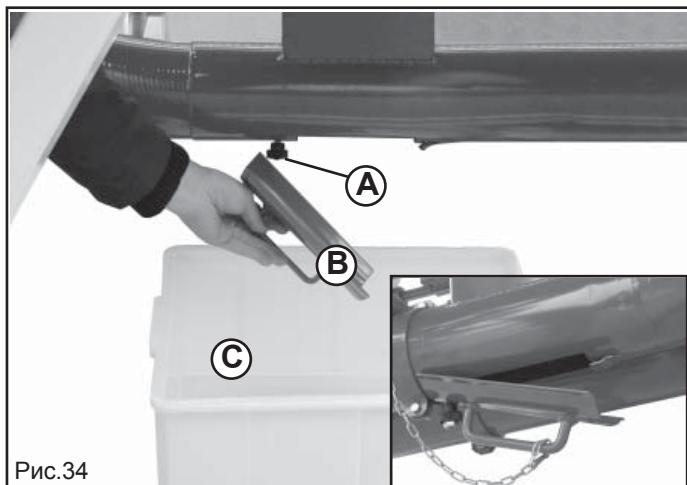

Рис.34
- Ослабьте круглые ручки (A, Рис.34) и выньте задвижки (B).
- Установите бак для сбора семян под выгрузкой (C, Рис.34).